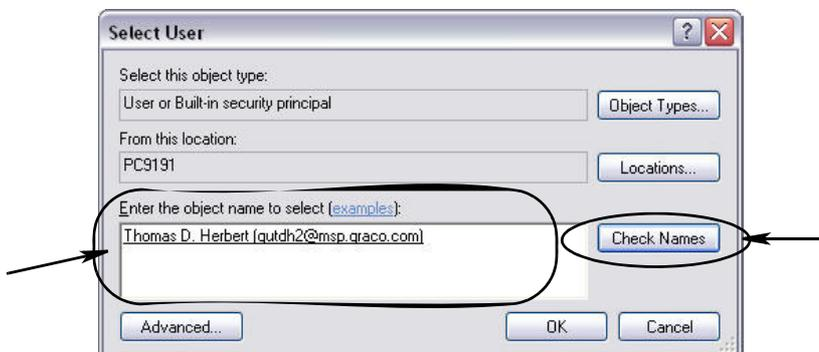

FIG. 59
- h. È visualizzata la finestra di dialogo illustrata nella FIG. 59. Nel campo "Enter the object name to select" (Immettere il nome dell'oggetto da selezionare), digitare il proprio nome utente. Quindi fare clic sul pulsante Check Names (Contrassegna nomi).